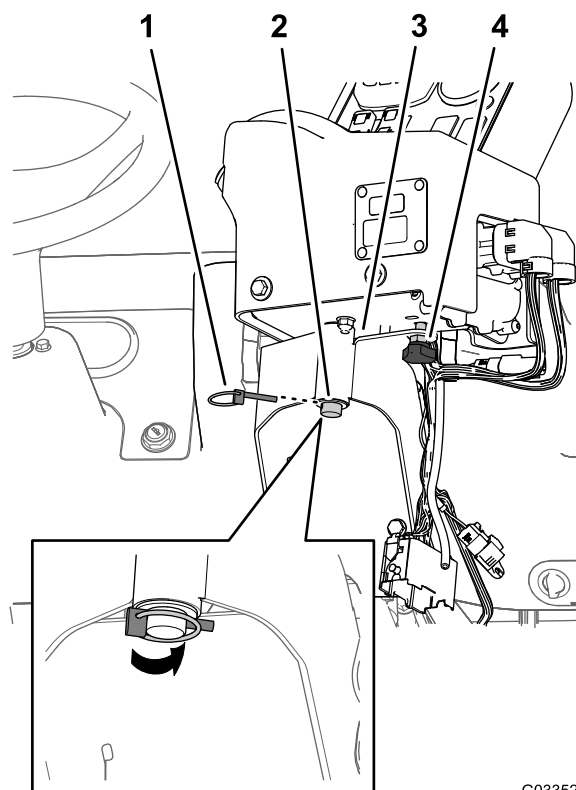

Bild 19
2. Befestigen Sie die Steuerkonsole an der Befestigungshalterung der Steuerung und befestigen sie mit dem Federclipstift (Bild 19).
3. Montieren Sie das Handrad und ziehen es an, damit sich die Konsole nicht während des Betriebs dreht (Bild 19).